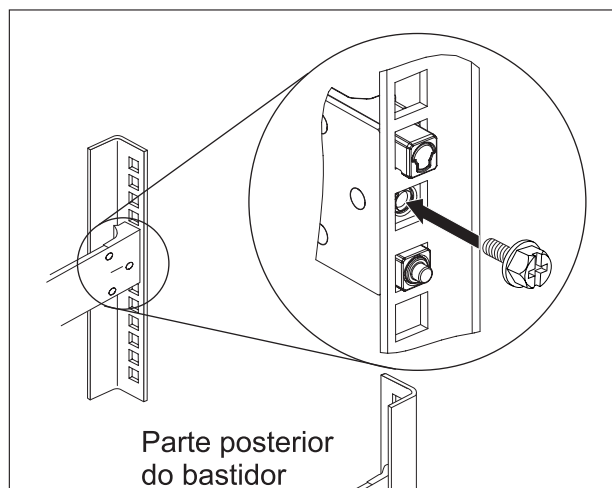

Figura 12. Fixar o dispositivo sobre as calhas deslizantes no bastidor
4. Fixe as calhas deslizantes do dispositivo no bastidor, conforme ilustrado na Figura 12: